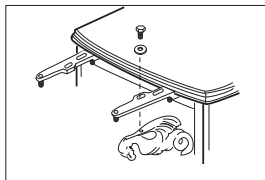
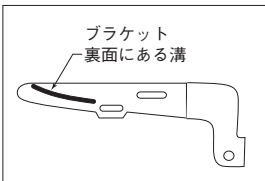

図.3 ドラゴンブラケットの取り付け
図.4 ブラケット裏面の溝
3. ストーブ正面側のブラケットに六角ボルト大とワッシャーを使い、ドラゴンブラケットを取り付けます (図.3)。ここでは六角ボルトを指の力だけで締める程度にしてください。ブラケットの裏面には溝があります (図.4)。
3. ウォーミングシェルフとブラケットを固定している六角ボルトを増し締めします。この時、ウォーミングシェルフとブラケットの隙間は2mm以内にしてください。2mm以上の場合にはレベル調整ネジを調整してください。そのままご使用するとブラケットが破損するおそれがあります。最後にドラゴンブラケットをストーブ側面に触れるまで調整してから、図3で取り付けした六角ボルトを増し締めします (ドラゴンブラケットはウォーミングシェルフの水平を保持するためのものです)。